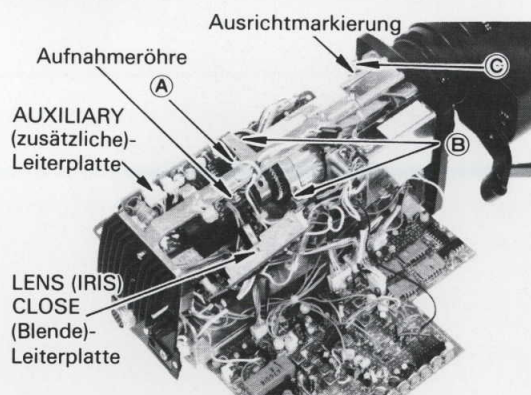

Fig. 3-7-1
- (3) Wenn die Linien nicht parallel sind, ist die **Befestigungsschraube (A)** in **Fig. 3-7-1** zu lösen und die Aufnahmeröhre zu drehen, bis die Linien parallel sind.
- (1) Stellen Sie den Kamerapegel ein und nehmen Sie ein horizontales Motiv auf. (Richten sie die **horizontalen** Linien der Kamera und des Motivs aus.)
- (2) Wenn das Monitorbild schräg steht, ist es durch Lösen der drei **Schrauben** ③, ④, in **Fig. 3-7-1** und durch Drehen des Ablenkjochs gerade zu richten.
- (3) Wenn die Stellung bestimmt ist, ist eine **Positionsmarkierung** am Chassis und am Ablenkjoch anzubringen, wie in **Fig. 3-7-1** gezeigt.
- (1) Nehmen Sie ein schwaches Motiv mit ausgeprägten Kanten bei einer Entfernung von mehr als 5 m auf. (Eine offene Blendeneinstellung wird empfohlen).
- (2) Fokussieren Sie das Monitorbild durch Einstellen des Motivs.
- (3) Bestätigen Sie, daß Monitorbild richtig eingestellt ist, indem Sie das Zoomobjektiv ausziehen. Dabei ist der Fokusring nicht zu drehen.
- (4) Wenn nicht richtig fokussiert ist, sind die drei **Schrauben** ③, ④, in **Fig. 3-7-1** zu lösen und das Ablenkjoch leicht hin und her zu bewegen. Dabei sollten die **Positionsmarkierungen** genau aufeinander eingestellt bleiben.
- (5) Prüfen Sie den **Rückfokus** durch Wiederholen der **Schritte (2) – (4)**.
- (6) Ziehen Sie die drei **Schrauben** ③, ④, abwechselnd an, damit das Ablenkjoch gleichmäßig ohne sich zu bewegen, befestigt wird.